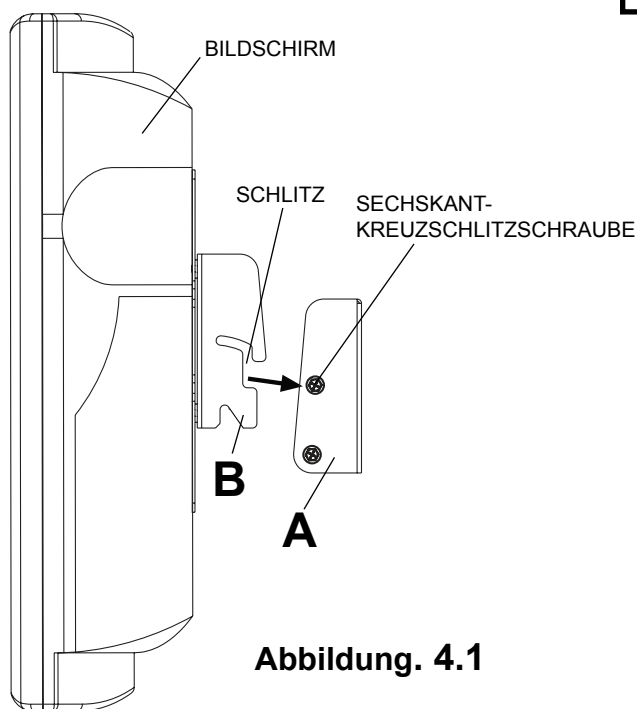
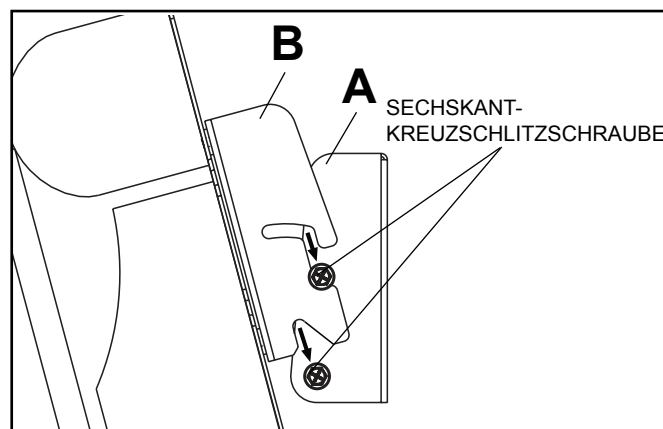
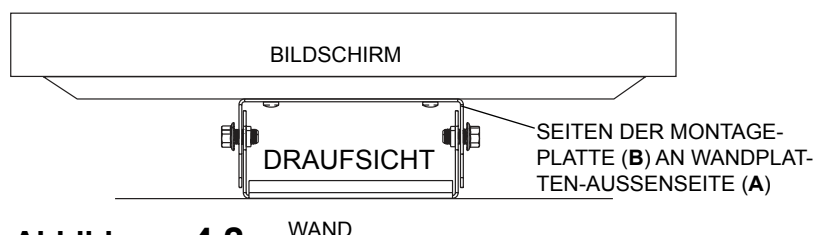

Abbildung. 4.1
Abbildung. 4.3
Abbildung. 4.2
- 4** Setzen Sie die oberen Schlitzte der Montageplatte (B) wie in Abbildung 4.1 dargestellt auf die Sechskant-Kreuzschlitzschrauben der Wandplatte (A). **HINWEIS:** Die Seiten der Montageplatte (B) müssen sich wie in Abbildung 4.2 dargestellt auf beiden Seiten außerhalb der Wandplatte (A) befinden. Setzen Sie die Schlitzte der Montageplatte wie in Abbildung 4.3 dargestellt auf die Sechskant-Kreuzschlitzschrauben.